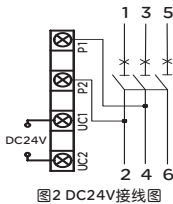
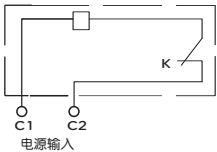

图2 DC24V接线图
图3 AC50Hz、230V、400V接线图
□ 分励脱扣器的外加电压介于额定控制电源电压70%-110%之间时，能可靠分断断路器，接线图见图2和图3。